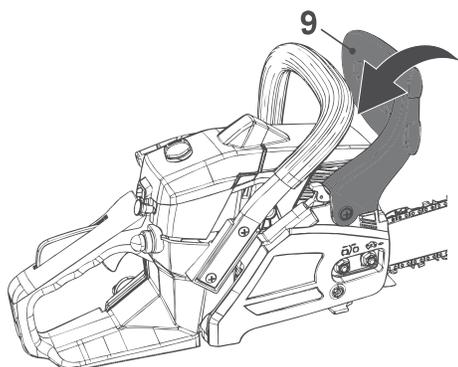

Fig. 22, Desengatar o bloqueio da corrente
**Desengatar o travão da corrente:** quando a alavanca do travão da corrente (9) está na posição desengatada, o produto pode ser utilizado com a corrente em funcionamento (Fig. 22).
Não acelere o motor durante mais de 10 segundos quando o travão da corrente estiver na posição engatada (Fig. 22), porque o sistema de travagem da corrente no interior pode danificar a máquina.